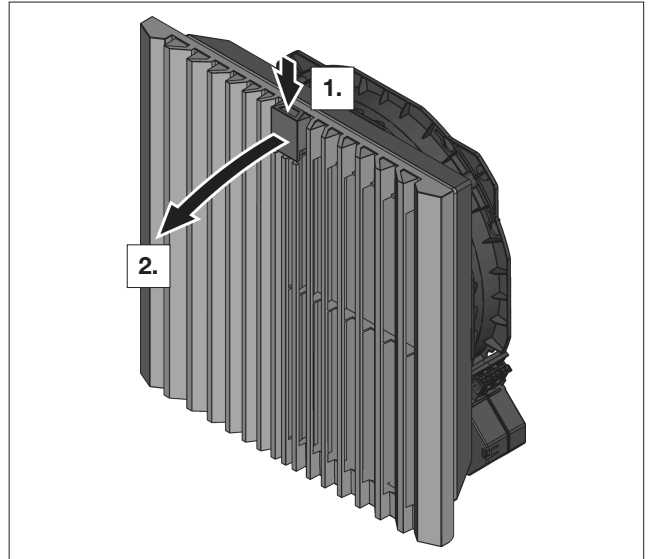

図17: プラスチックルーバーのロック解除
- プラスチックルーバーを解錠するには、機能ロゴ(ロゴ付きノブ)を上から押してください(図17を参照)。
- プラスチックルーバーを解錠するには、機能ロゴ (ロゴ付きノブ) を上から押してください (図17を参照)。